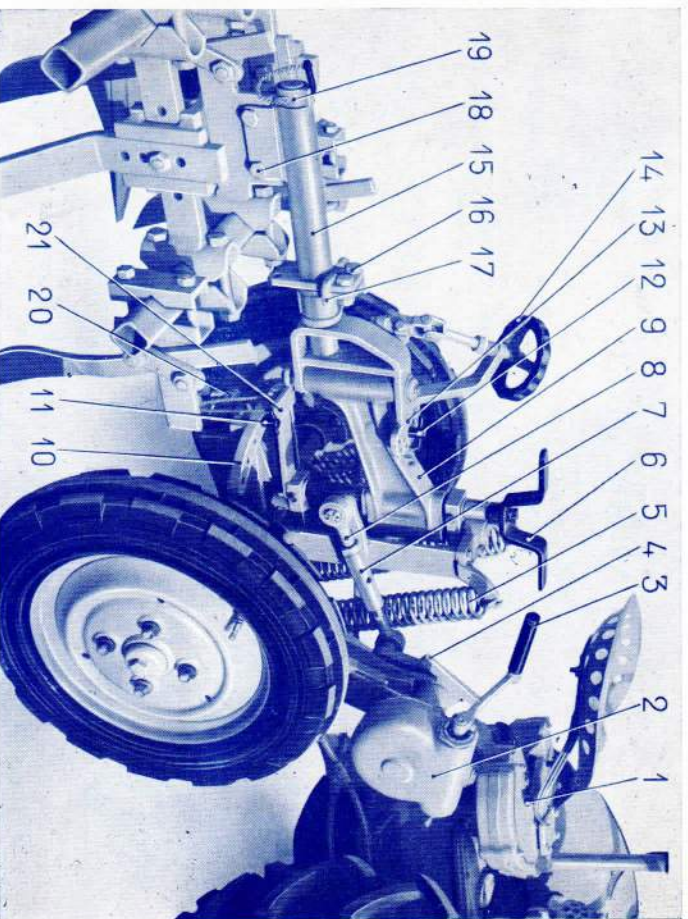

Fig. 3. - LÉGENDE
Le braquage étant poussé à la limite possible, les deux broches de butée (rep. 1 de la fig. 3) doivent être mises en place dans les trous prévus à cet effet quand l'appareil est utilisé en grande voie.
Pour faciliter la direction, laisser l'attelage se débattre latéralement en écartant les deux broches (11) du secteur (10). — Fig. 3.
Pour le déchausage des vignes en 2 passages, au 1^{er} tour, la vigneronne est montée comme indiqué sur la figure 3.